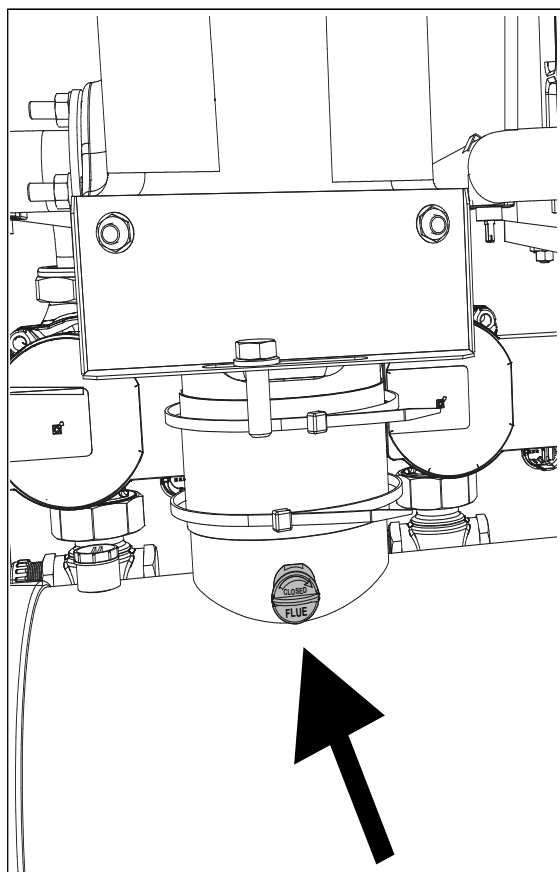

fig. 94- Priza pentru gazele arse a fiecărui modul
Prelevarea gazelor arse trebuie să fie efectuată introducând sonda analizatorului în priză pentru gaze arse a fiecărui modul (vezi fig. 94).
- Introduceți un instrument de analiză a arderii în priza pentru gaze arse (vezi fig. 94).